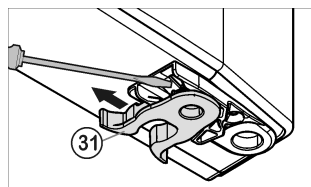

Fig. 6
- ▶ Fjederklemme *Fig. 6 (31)* flyttes: Tappen trykkes ned, fjederklemmen trækkes op over den og fjernes.